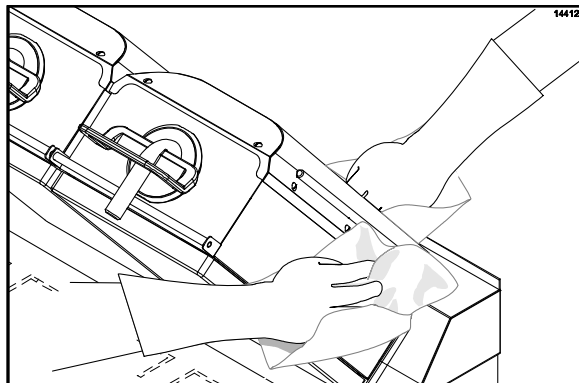

Рисунок 49
31. С помощью чистой тряпки, пропитанной в дезинфицирующем растворе, промойте фронтальную, боковую и заднюю части верхних плит, начиная с правой верхней плиты (двигаясь по направлению к левой верхней плите). (См. рис. 49)